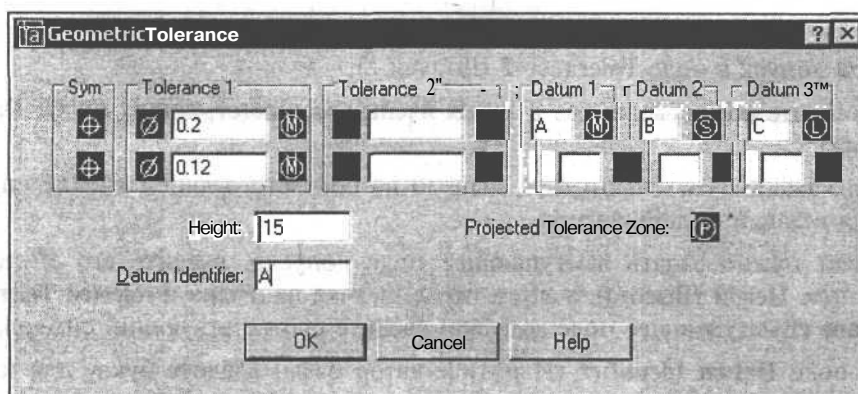

Рис. 11.17. Диалоговое окно для построения геометрического допуска
Геометрические допуски задают отклонение формы, профиля, ориентации, положения и биения конструктивных элементов машиностроительных деталей. Эта информация записывается в прямоугольных рамках, которые могут строиться как с выносками, так и без них. Если используется команда **TOLERANCE** (ДОПУСК), то выноска не строится. Команда **QLEADER** (БВЫНОСКА) позволяет соединить допуск и конструктивный элемент при помощи выноски, если в диалоговом окне **Leader Settings** (Параметры выноски) (см. рис. 11.10) на вкладке **Annotation** (Пояснение) выбрать поле **Tolerance** (Допуск). Команда **TOLERANCE** (ДОПУСК) открывает диалоговое окно **Geometric Tolerance** (Допуски формы и расположения) (рис. 11.17), в котором создается рамка допуска. Черные поля этого окна используются для выбора символов из вспомогательных диалоговых окон, а белые поля — текстовые, содержимое которых заполняется пользователем.
1. Щелкните мышью на кнопке **Tolerance** (Допуск) панели инструментов **Dimension** (Размеры). Появится диалоговое окно **Geometric Tolerance** (Допуски формы и расположения) (см. рис. 11.17).